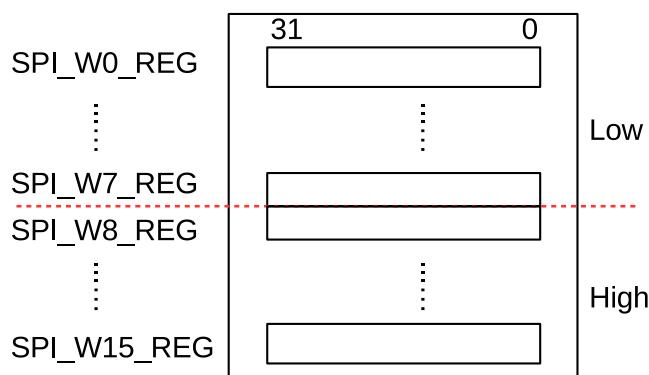

图 27-2. CPU 控制的传输中使用的数据 Buffer
GP-SPI2 提供了 16 个 32-bit 的数据 buffer，即 `SPI_W0_REG ~ SPI_W15_REG`，见图 27-2。CPU 控制的传输表示在该次传输中发送的数据来自数据 buffer 或接收的数据存入数据 buffer。在这种传输方式下，每次传输事务均需要先配置相关寄存器，然后由 CPU 来触发。因此，CPU 控制的传输只能是单次传输，即仅包含一次传输事务。CPU 控制的传输支持全双工通信和半双工通信。
- **SPI Buffer:** SPI\_W0\_REG ~ SPI\_W15\_REG，见图 27-2。CPU 控制模式下传输的数据在 SPI buffer 中准备。